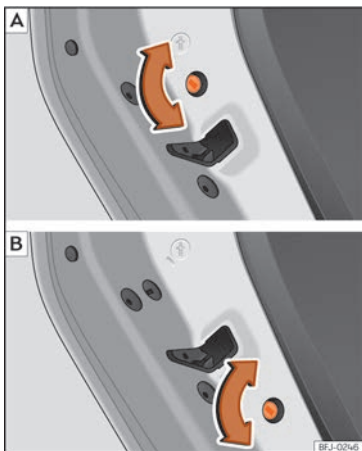

Abb. 74 Kindersicherung in der linken Tür (symmetrisch in der rechten Tür). Je nach Version oder Land ist im Fahrzeug die Modellvariante **A** oder **B** verbaut.
- Drehen Sie bei geöffneter Tür den Schlitz mit dem Fahrzeugschlüssel an den linken Türen im Uhrzeigersinn »» (Abb. 74) und bei den rechten Türen gegen den Uhrzeigersinn.
- Drehen Sie bei geöffneter Tür den Schlitz mit dem Fahrzeugschlüssel an den linken Türen gegen den Uhrzeigersinn »» (Abb. 74) und bei den rechten Türen im Uhrzeigersinn.